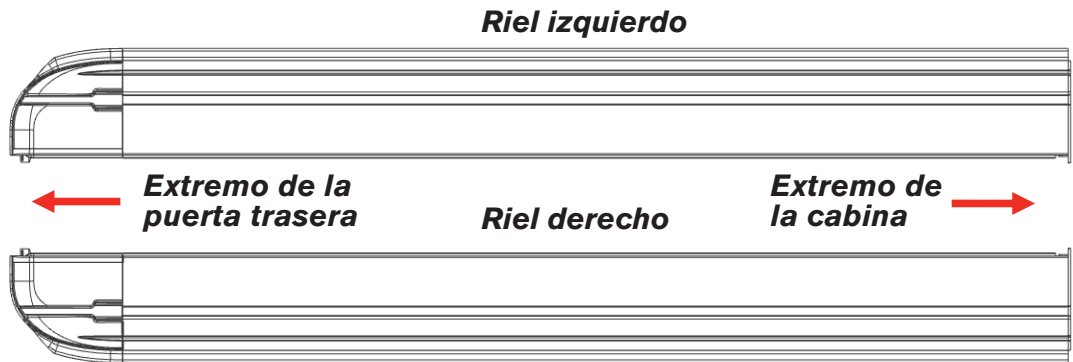

FIG. 5A
- A continuación, identifique los rieles laterales izquierdo y derecho (FIG 5A). La brida del riel y la goma espuma hacia el exterior de la plataforma de la camioneta.